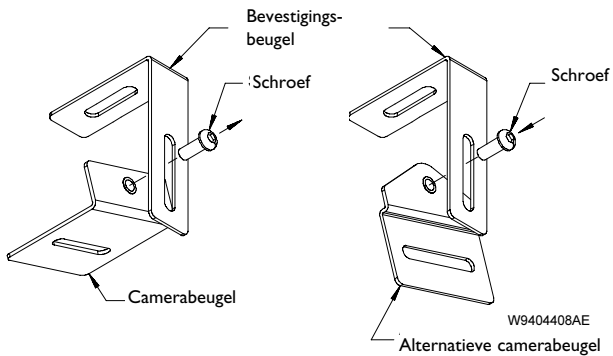

Afbeelding 4: Boutgaaitjes en doordrukgaaitjes
4. Bepaal hoe de bekabeling naar de behuizing zal gaan lopen. De behuizing heeft twee doordrukgaaitjes met een doorsnede van 1,27 cm en een doordrukgaaitje van 1,9 cm. Zie afbeelding 4.